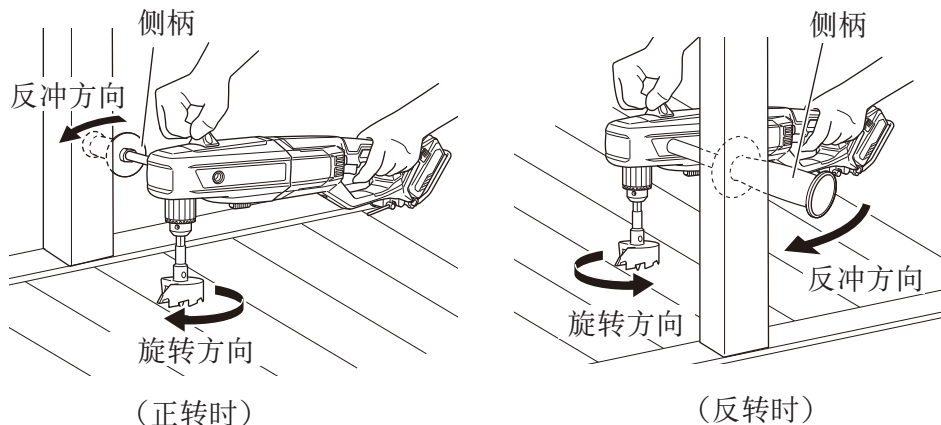

图17
- 工作时将侧柄靠在柱子等处可以防止工具主体失控的摆动。(图17)